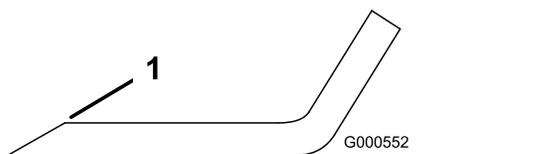

Figura 17
1. Affilate i taglienti da entrambe le estremità della lama con una lima (Figura 17).
Nota: Se la lama non è bilanciata, limate del metallo soltanto dalla costa (Figura 17).